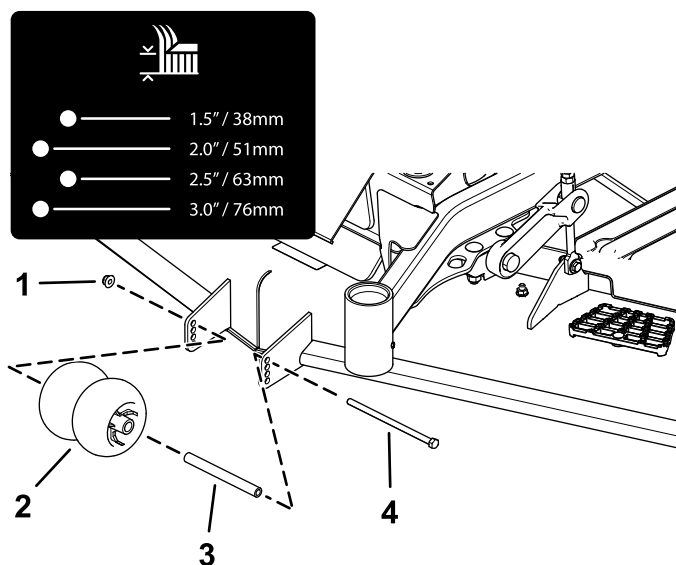
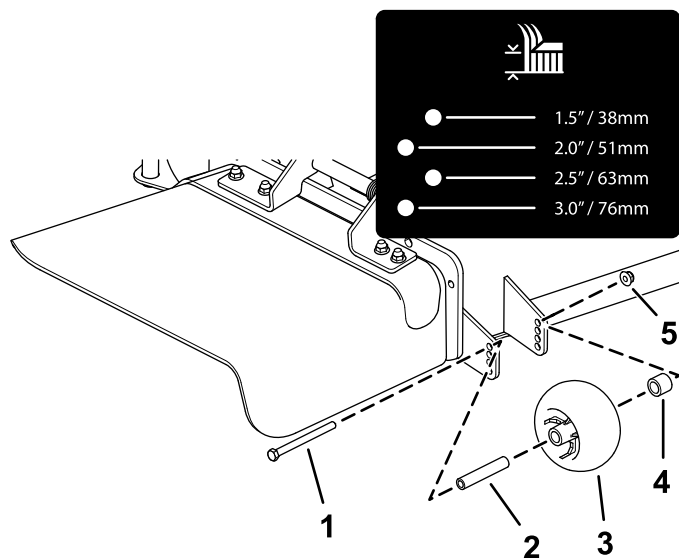
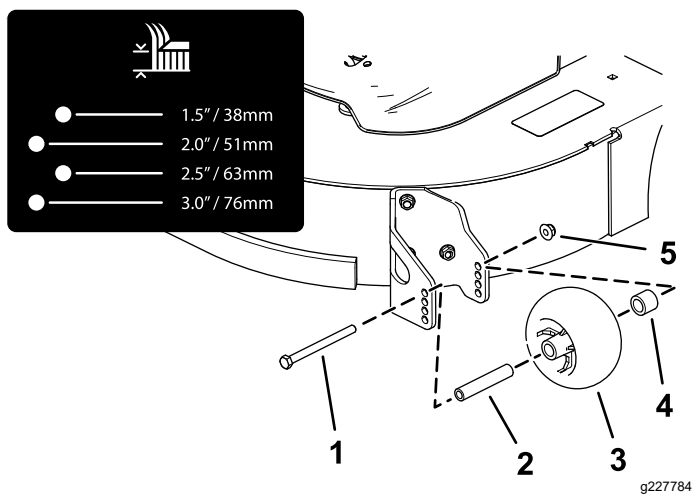
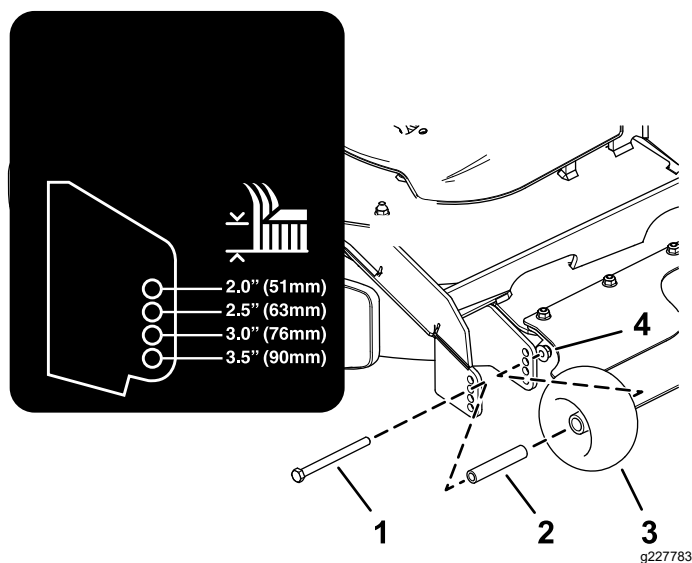

Figure 26
Figure 27
Figure 28
Figure 29
4. Réglez les galets anti-scalp comme montré à la Figure 26, la Figure 27, la Figure 28 et la Figure 29.